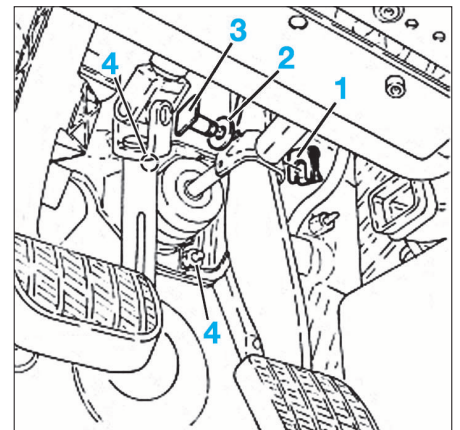

FIG. 17
- Retirer l'agrafe (1) de la pédale de frein (Fig.17).